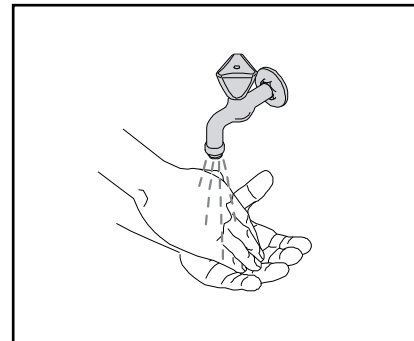

Fig. 3
1. Prima di toccare le confezioni di prodotto è necessario lavarsi accuratamente le mani. (Fig. 3)